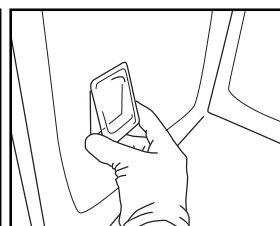

Fig. 9
5. Riposizionare il coprilampada e spingerlo contro la parete per agganciarlo correttamente (Fig. 9).